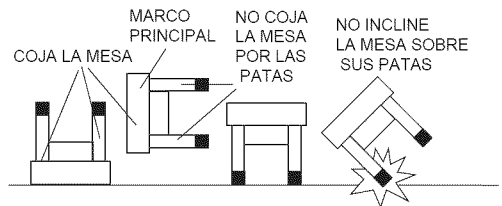

FIG.2 MONTAJE DE LA PARTE SUPERIOR DE LA MESA DE TENIS
7. Arranque la trasera del papel de la Almohadilla (#14) y péguelos en el fondo de la Superficie de Mesa de Tennis (#7 & #8). Vea la FIG. 2